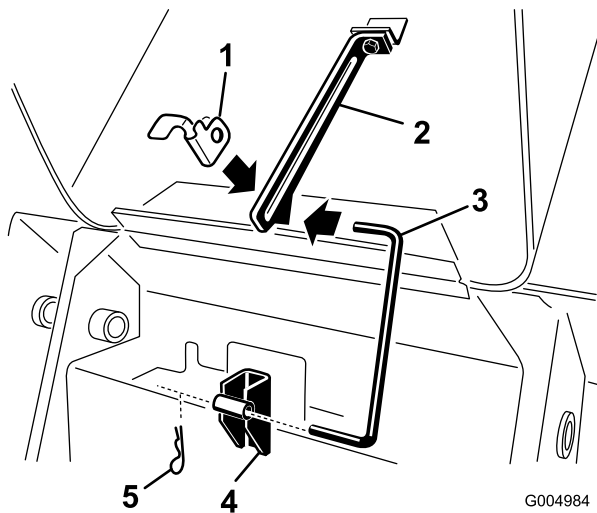

Figura 41
- Retire el pasador de horquilla del extremo inferior de la varilla de soporte del capó y retire la varilla de los soportes de retención y de la pestaña (Figura 41).
7. Instale la varilla en los soportes de retención y la pestaña, y fíjela con el pasador de horquilla (Figura 41).